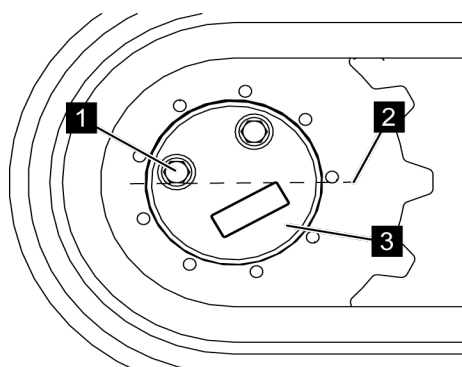

Fig. 106: Aligner la plateforme élévatrice
2. ➔ Aligner la plateforme élévatrice de manière à ce que le bord inférieur du raccord vissé (Voir la Fig. 106/1) soit sur l'axe central (Voir la Fig. 106/2) de l'engrenage (Voir la Fig. 106/3).